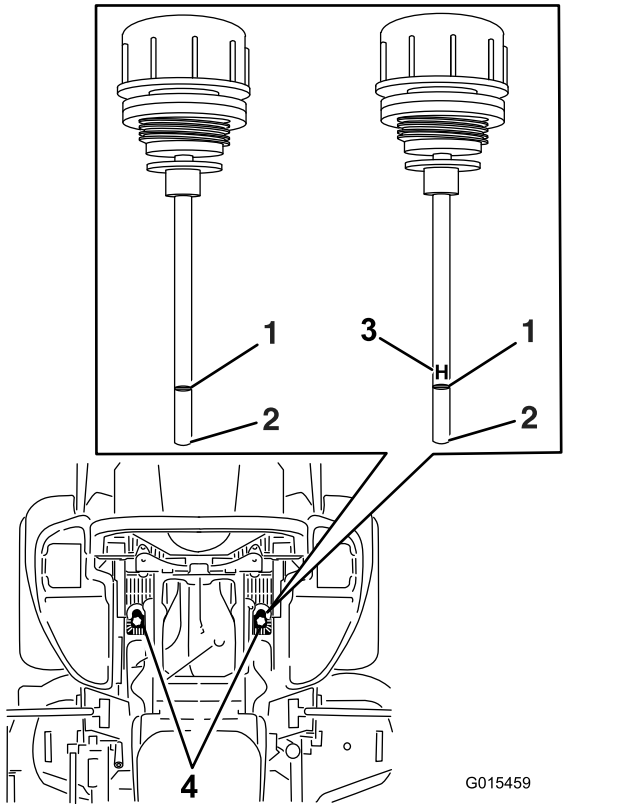

Figure 87
6. Nettoyez la surface autour des jauges des réservoirs du système hydraulique (Figure 87).
7. Sortez une jauge du réservoir hydraulique (Figure 87).
9. Ressortez la jauge et examinez l'extrémité (Figure 87). Si le niveau de liquide est au repère MINIMUM, versez lentement la quantité de liquide qui convient dans le réservoir hydraulique pour faire monter le niveau jusqu'au repère MAXIMUM (H).